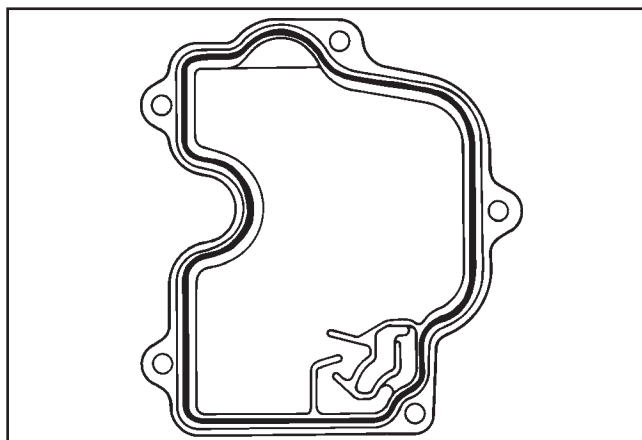

Figure 11-43. Modèle de joint sur le couvercle de la soupape.
2. Appliquer un cordon de 1,5 mm (1/16") de joint à la culasse, comme indiqué à la figure 11-43.